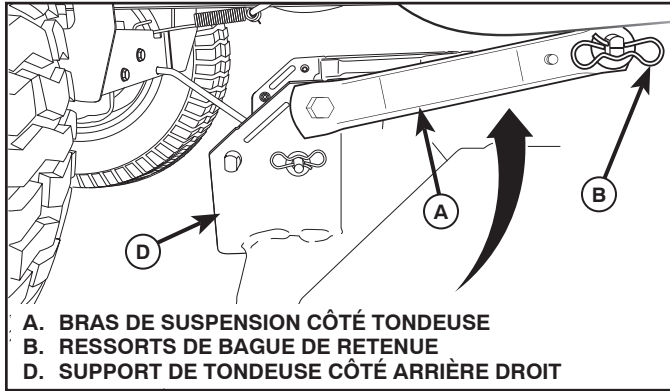

Fig. 31
6. ATTACHER LES BRAS DE SUSPENSION (A) CÔTÉ TONDEUSE AU CHÂSSIS (Voir la Fig. 31)
- Mettre le trou avant du bras de suspension (A) sur la goupille sur l'extérieur du châssis du tracteur et fixer avec la grande rondelle et la grande retenue à ressort (B).